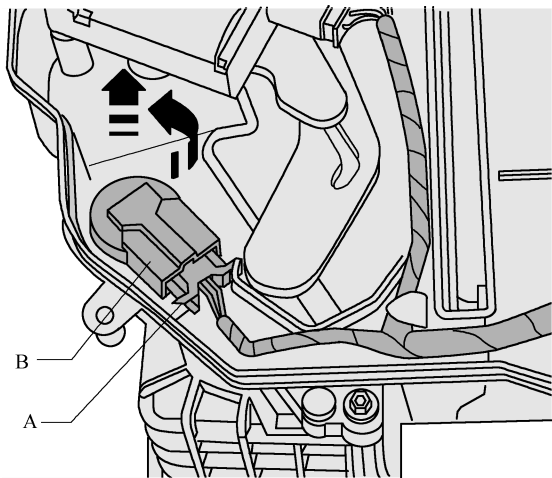

图 8-3-13 拆卸新鲜空气进气温度传感器 G89
(1) 关闭点火开关, 拆下车窗玻璃刮水器摆臂和风窗框饰板。
(2) 拆下进气单元上的盖板, 拔下温度传感器 B 的插接器 A, 将温度传感器 B 延箭头方向转动约 90° 并从吸气道中拆下, 如图 8-3-13 所示。